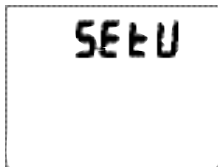

Fig. 31 - SET U (UTILITÀ)
- Premendo il pulsante S (a lato) per 8 secondi mentre è visualizzata la schermata SURF PRINCIPALE NOR (o GAU) si accede alla schermata SET U, identificata dalla dicitura SET U (Fig. 31).